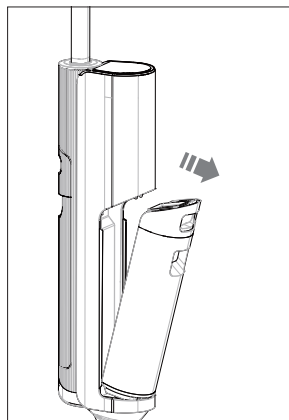

Abb. 11 – Wassertank einsetzen
- ▶ Setzen Sie den Schmutzwassertank leicht schräg in die Aussparung auf der Gerätevorderseite ein und drücken Sie den Schmutzwassertank an, bis er hörbar einrastet und fest sitzt (**siehe Abb. 11**).